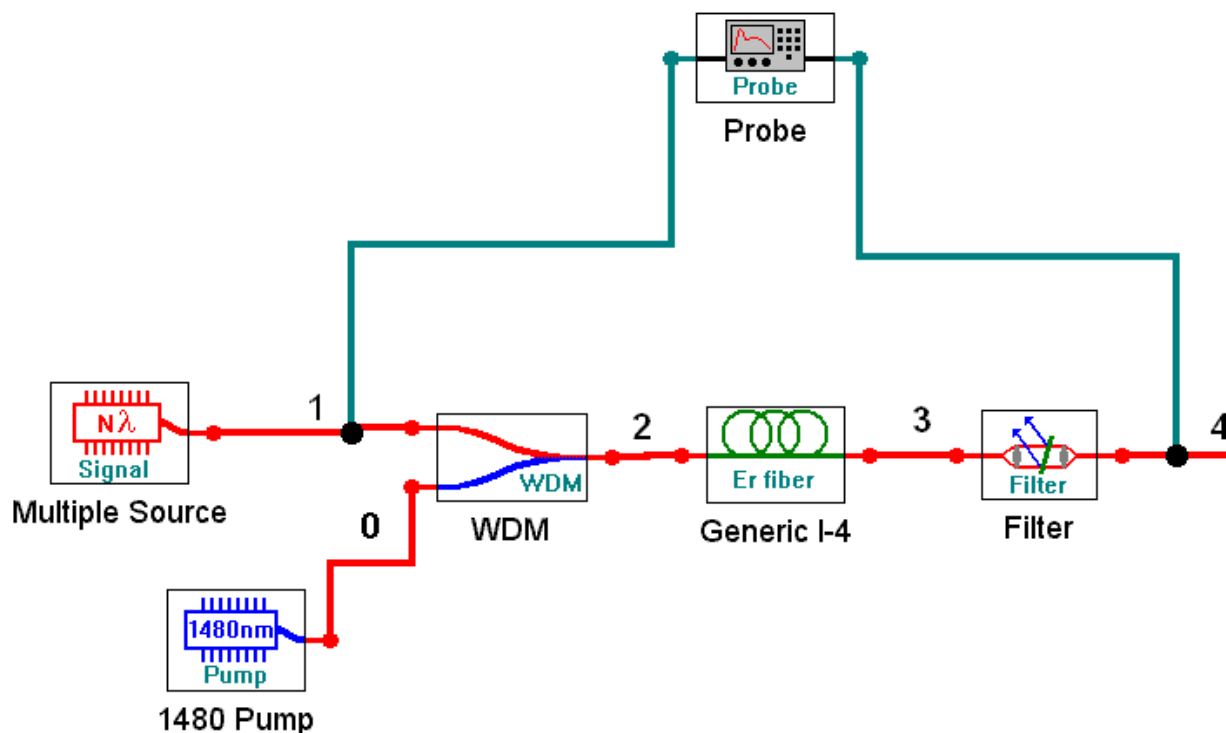

Рис. 3.1. Упрощенная схема ОУ с попутной накачкой на ОВ, легированном эрбием.
2. Соберите схему исследования эрбиевого ОУ с попутной накачкой (рис. 3.1). Установите параметры источника излучения $N\lambda$ *signal*, оставив в диапазоне от 1520 до 1560 нм 11 длин волн с уровнем мощности -30 дБм. Установите длину эрбиевого ОВ согласно табл. 2.1. Установите уровень мощности накачки 20 дБм на длине волны 1480 нм.